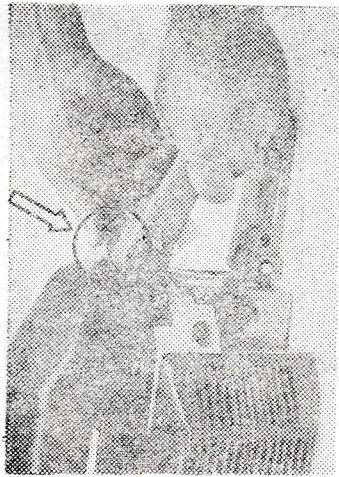

Fig. 7
2. Se trage complet tija de șoc (fig. 7).